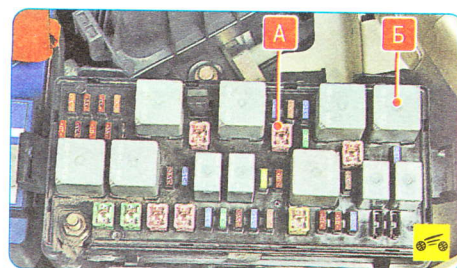

Рис. 3.1. Монтажный блок реле и предохранителей в моторном отсеке: А — предохранитель в цепи включения стартера; Б — реле включения стартера
1. Стартер не включается. Причины — перегорание предохранителя А (рис. 3.1) в блоке предохранителей и реле Б в монтажном блоке моторного отсека, нарушение контактных соединений, обрыв или короткое замыкание в цепях включения стартера, неисправность тягового реле.